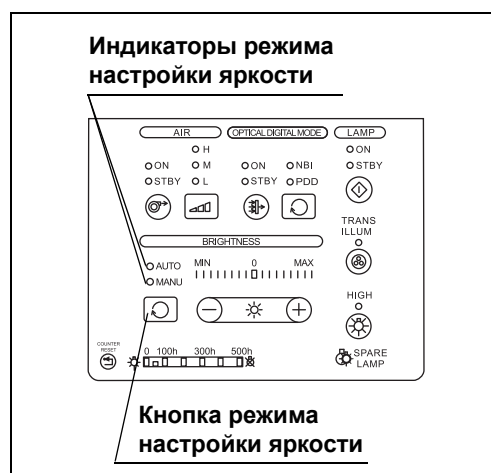

Рисунок 4.19
- 11 Нажмите кнопку режима настройки яркости и убедитесь, что загорелся индикатор «AUTO» (автоматическое управление). (См. Рис. 4.19)